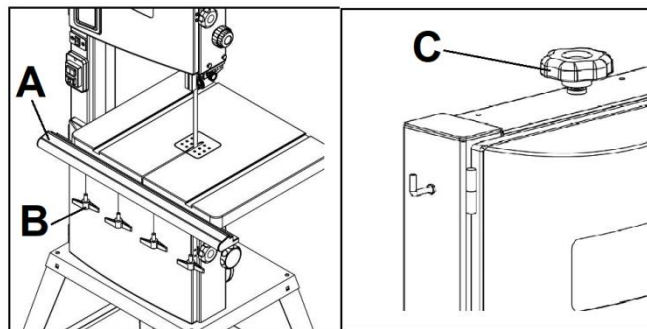

Рисунок 4
Установка направляющей (A, Рис. 4).
Закрепите направляющую на краю стола с помощью стопорных ручек направляющей (B) (Рис.4). Закрепите крючок с шестигранной гайкой (C, Рис. 4) на раме.